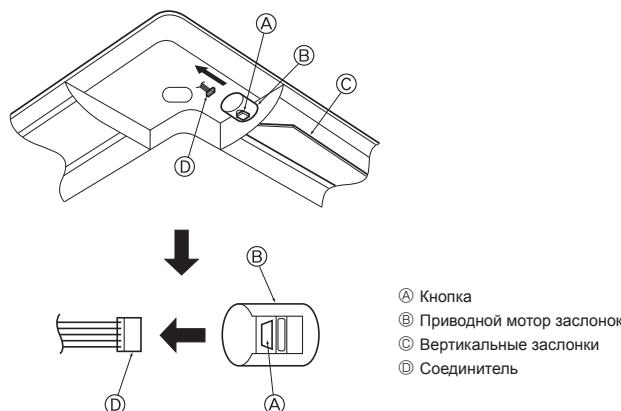

Fig. 6-17
6.4. Блокировка направления воздушного потока вверх/вниз (Fig. 6-17)